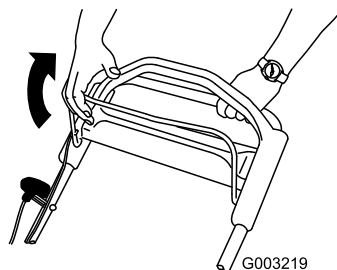

Figura 19
2. Tenete la barra di comando della lama contro la stegola (Figura 19).